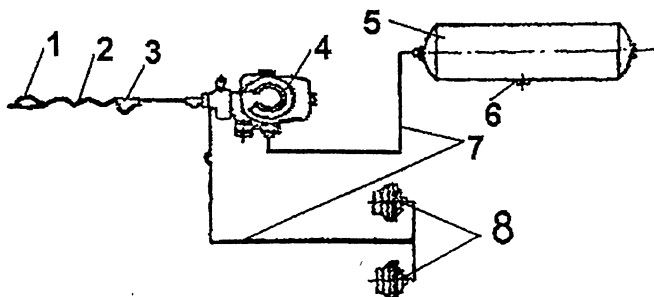

Рис. 3 - Схема пневматическая соединений:
4.2 Схема пневматическая соединений (рис.3).